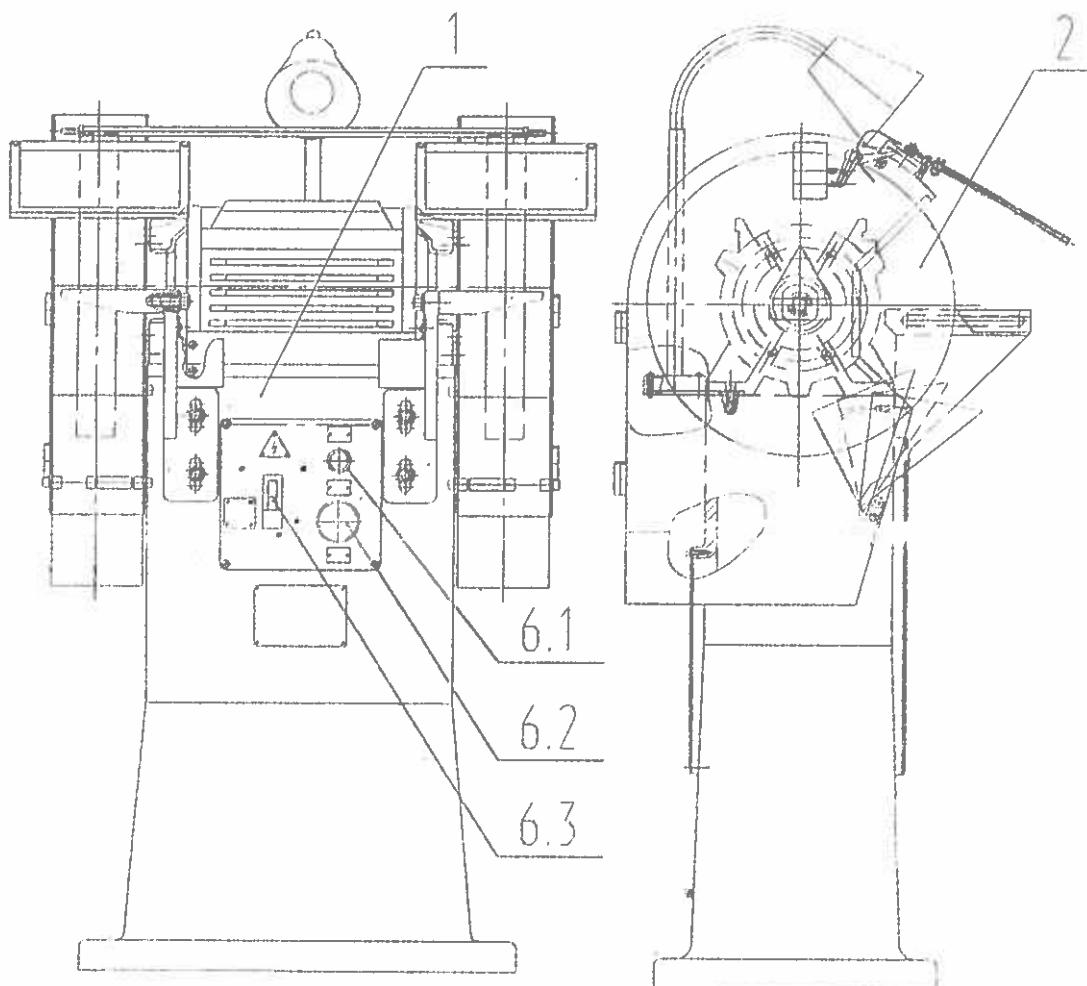

Рис. 1. Общий вид станка (расположение составных частей и органов управления).
5.1. Расположение и обозначение составных частей станка указаны на рис.1.
#### 6.2.1. Основание. (рис. 1, поз. 1).
#### 6.2.2. Ограждение (рис. 1, поз. 2).
#### 6.2.3. Электрооборудование (рис. 1, поз. 3).